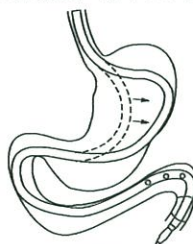

図7
15. 吸引用コネクタからインジェクションコネクタを取り外した後、本品を更に挿入し、胃内でたるませる（図7）。